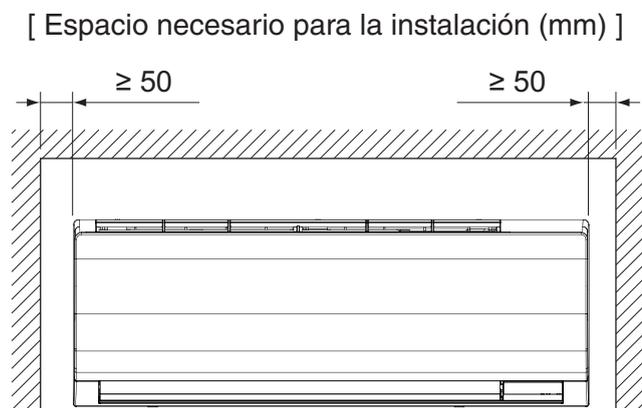
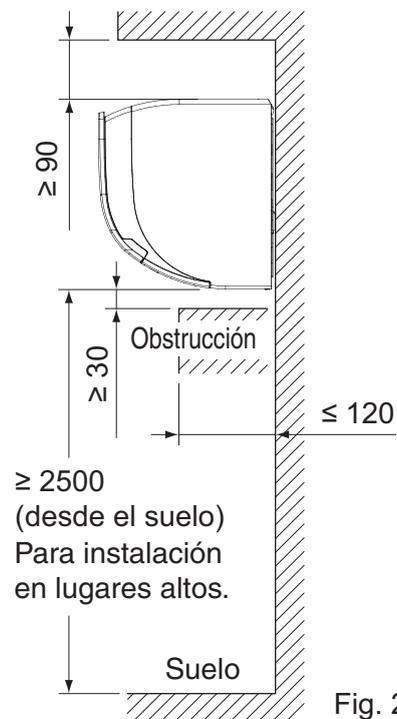

Fig. 1
Fig. 2
**(Consulte la Fig. 1 y Fig. 2)**